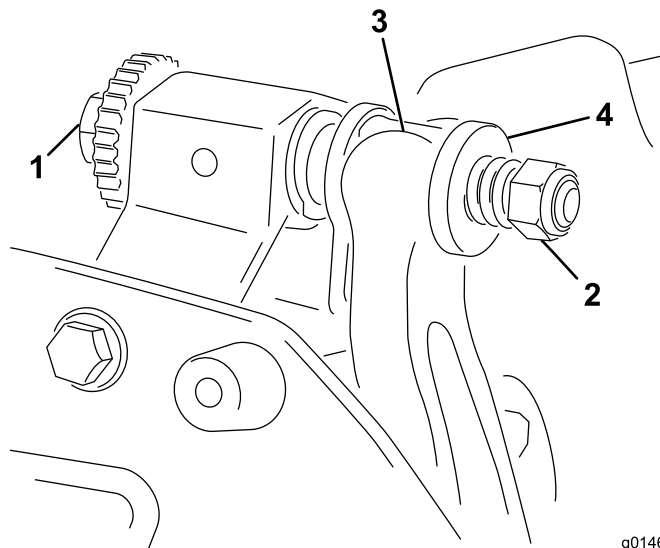

Figura 16
1. Gire el tornillo de ajuste de la barra de asiento en el sentido contrario a las agujas del reloj para alejar la contracuchilla del molinete (Figura 16).
2. Afloje la tuerca de tensado del muelle hasta que el muelle deje de presionar la arandela contra la barra de asiento (Figura 16).